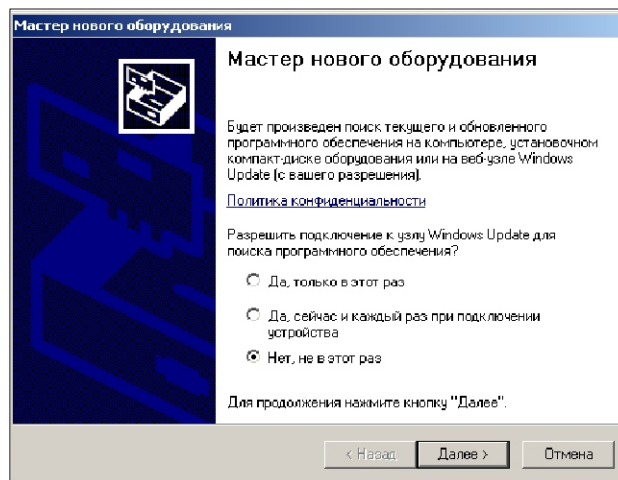

Рис. 3.1
- После того, как устройство установлено. Появится диалоговое окно "Мастера установки нового оборудования". Рис. 3.1.
- После завершения установки, если не закрылись диалоговые окна "Мастера нового оборудования", закройте их, нажав в окне кнопку "Отмена". Рис. 3.1.